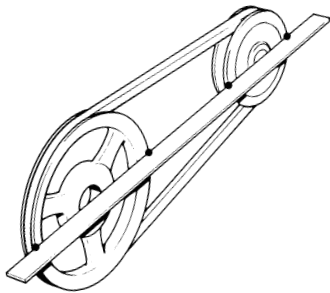

Abb. 33 Ausrichten der Riemenscheiben
- Sicherstellen, daß nach der Justierung beide Riemenscheiben fluchten. Prüfen durch Anlegen eines geeigneten Lineals wie in Abb. 33 dargestellt. Der Keilriemen muß exakt parallel zum Lineal laufen, wenn dieses an der Keilriemenscheibe angelegt wird.